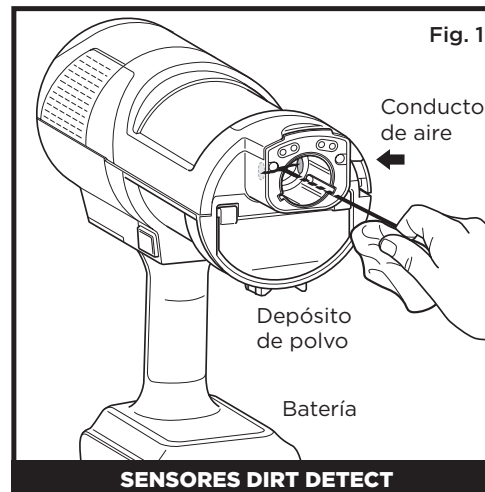
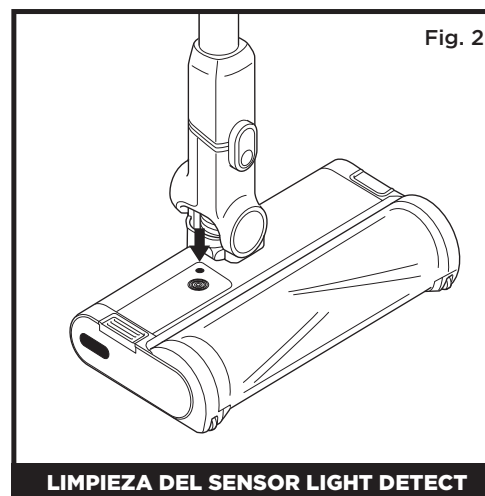

Fig. 1
Fig. 2
Para limpiar los sensores (Fig. 1):
2. Localiza el sensor DirtDetect en el cabezal de la aspiradora de mano (fig. 1), el sensor LightDetect en la parte superior del cabezal de la aspiradora (fig. 2) y el sensor EdgeDetect en el lateral del cabezal (fig. 3).